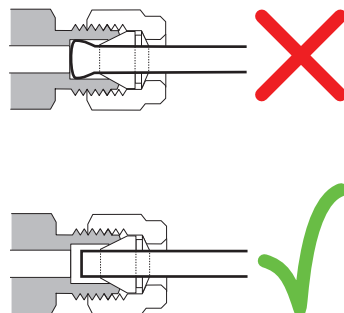

图 22 完成的接头
- 10 图 22 中显示了正确套接的连接和不正确套接的连接。请注意，正确套接的接头中的管线的一端没有破碎，且不会与密封垫圈的操作发生干扰。